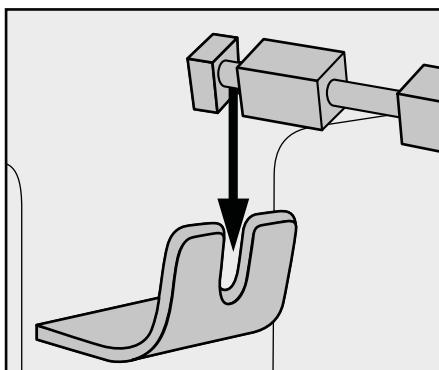

Fig. 2: Drejespyddet ⑯ sættes ind i drejespydholderen ⑨.
- Sæt derefter den anden ende af drejespyddet ⑯ med den dybe not ind i drejespydholderen ⑨ (fig. 2):